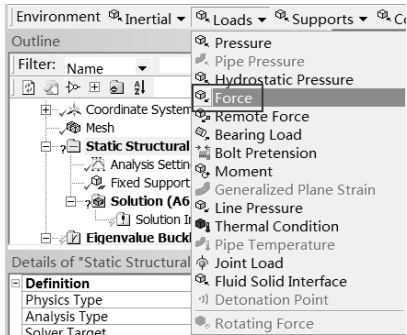

图 14-105 选择载荷
Step4：选择 Environment (环境) 工具栏中的 Supports Force 命令，如图 14-105 所示。